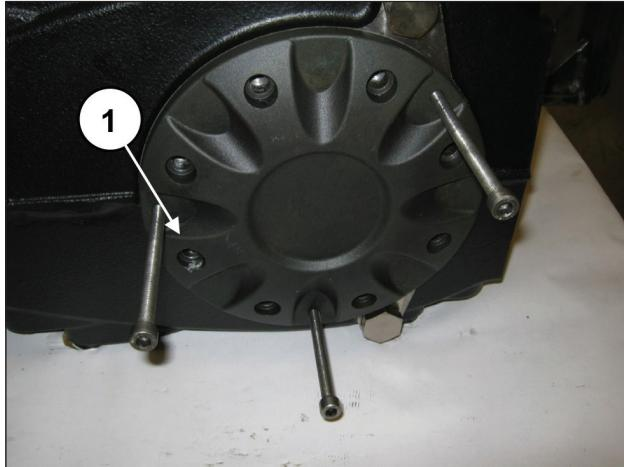

Fig. 28
Placer 3 goujons ou vis filetées M8 (rep. ①, Fig. 28) faisant office d'extracteurs, dans les trous prévus à cet effet